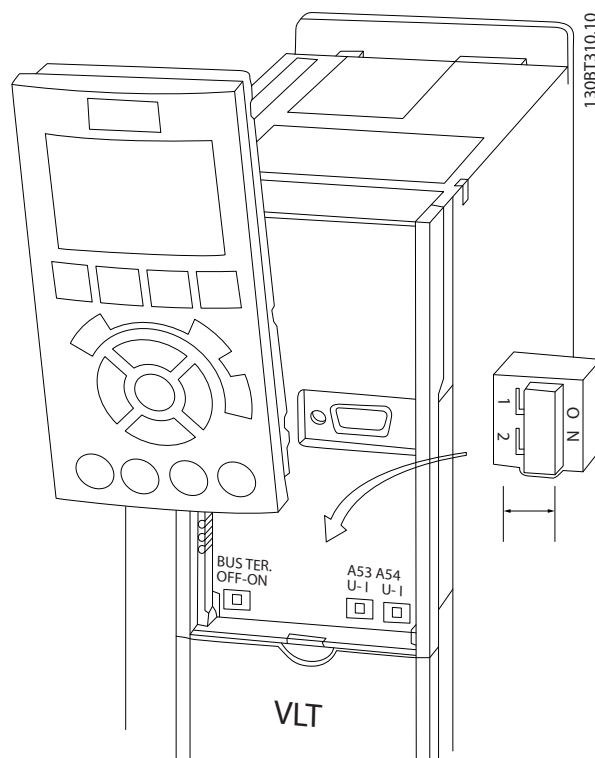

図 2.20 端子 53 と 54 スイッチの位置
- LCP をはずすと、スイッチにアクセスできます (図 2.20 を参照)。ユニットに利用できるいくつかのオプションカードでは、これらのスイッチをカバーしており、スイッチ設定変更の場合は外す必要があります。オプションカードを外す前に、電源を必ず切ってください。